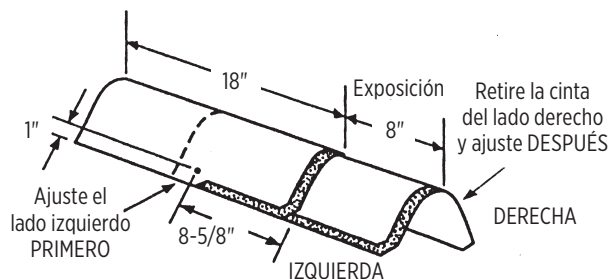

Figura 17-19: Instalación de las tejas Shangle Ridge® en limas y cumbreras.
7. Sujete cada remate con dos sujetadores (ver figura 17-19). Los sujetadores deben ser de 1 3/4" (45 mm) de largo o más, para que penetren 3/4" (19 mm) en la base o la atraviesen por completo, exponiendo al menos 1/8" (3.2 mm) de la punta del clavo. Exponga 8" (203 mm) de accesorio a lo largo de la línea de lima o cumbrera y cubra todos los sujetadores.